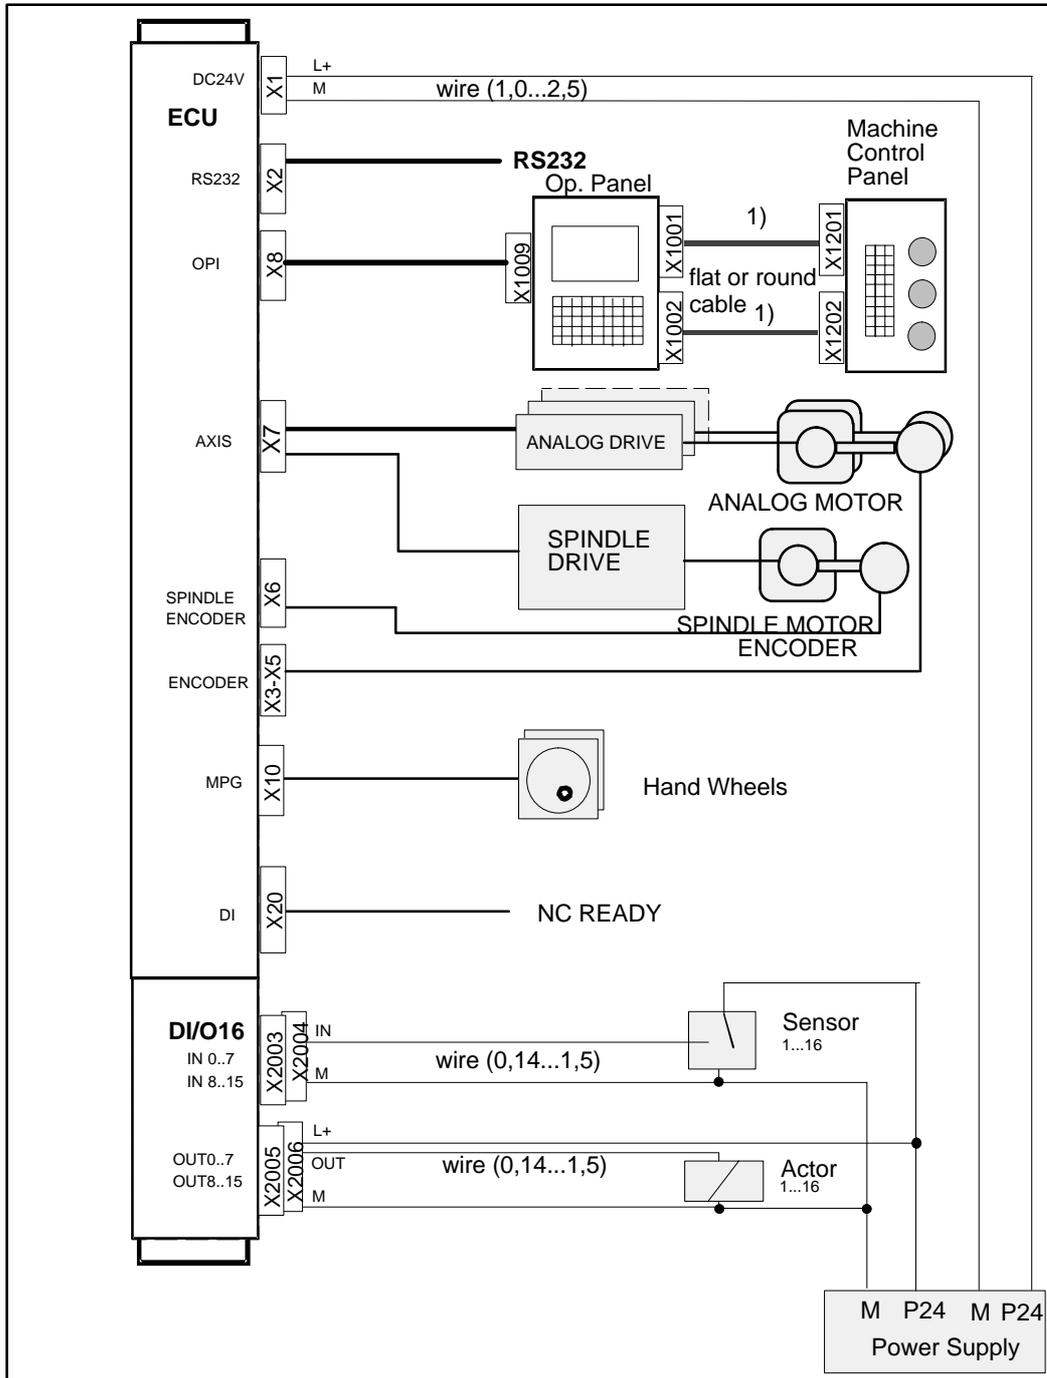

Bild 2-4 Anschlußschema SINUMERIK 802C
Die Verbindungen der Komponenten erfolgt entsprechend dem Anschlußschema in Bild 2-4.
1. Schließen Sie die Leitungen gemäß Bild 2-4 an die Komponenten an.